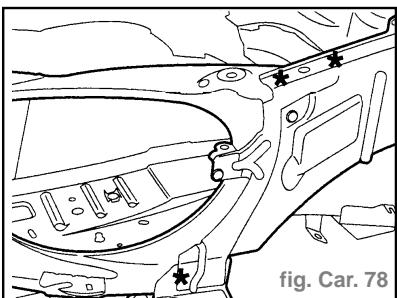

fig. Car. 78
- Découper par fraisage des points (fig. Car. 78 et 79).